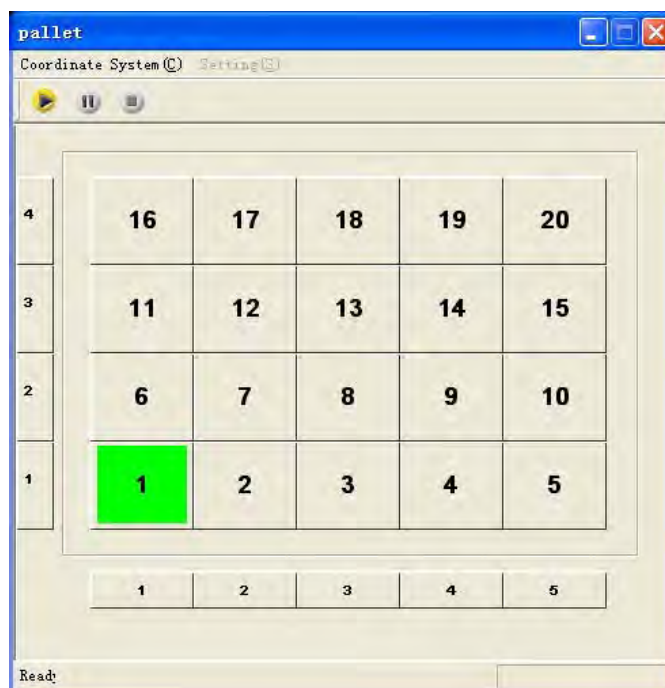

Figure 13-7
- (3) Cliquer sur « OK ». La boîte de dialogue de la Figure 13-7 s'ouvre. Vous pouvez également définir les informations concernant la palette à l'aide de la fonction d'ajout (menu contextuel).